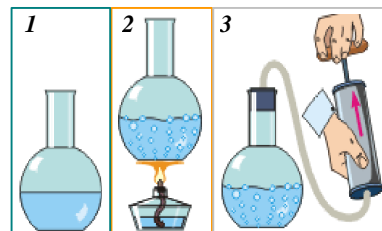

Рис. 37.2. Жидкость (1) можно заставить кипеть, подогревая её (2) или создавая вакуум (3).
Таким образом, **жидкость можно заставить кипеть двумя способами: подогревая её или создавая над ней вакуум, рис. 37.2.**
6. Используя рис. 37.2, объясните, как можно заставить кипеть воду при обычной комнатной температуре.